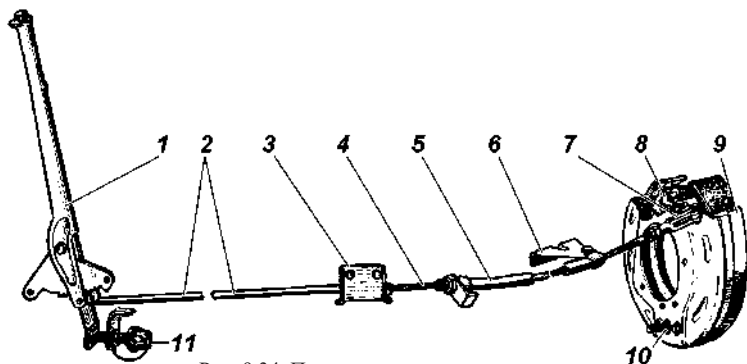

Рис. 9.34. Привод стояночного тормоза:
2. Переместите рычаг 1 (рис. 9.34) стояночного тормоза в крайнее переднее положение.